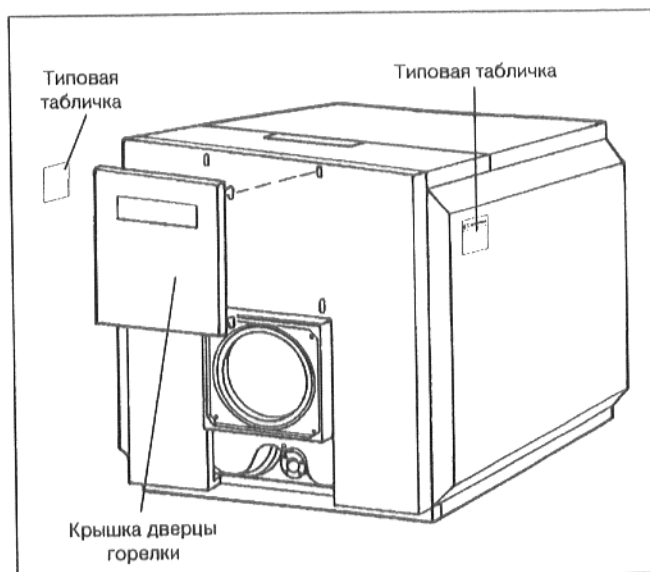

рис. 37
- Вставить крышку дверцы горелки в вырезы передней стенки (рис. 37).
- Наклеить вторую типовую табличку на правую или левую боковую стенку в зависимости от местных предписаний (рис. 37).